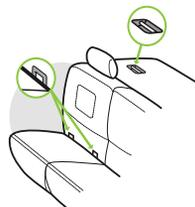

Figure 30
- DUA signifie dispositif universel d'ancrage. Ce terme fait référence aux ancrages intégrés dans un véhicule pour fixer l'ensemble de retenue pour enfant qui consiste de deux ancrages inférieurs situés au pli entre le dossier et le coussin de siège du véhicule et d'un ancrage pour la courroie d'ancrage supérieure derrière le siège du véhicule tel qu'illustré dans la **Figure 30**.